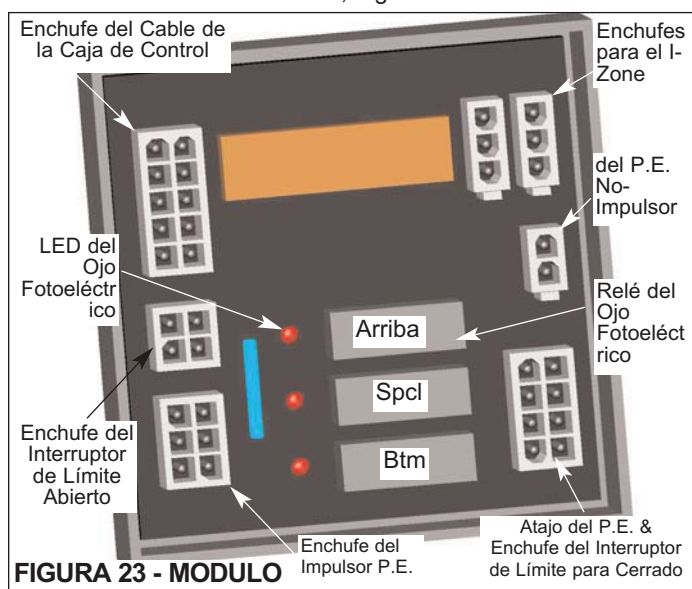

FIGURA 23 - MÓDULO
3. Conectar el impulsor, los cables del ojo fotoeléctrico no-impulsor y la cable de conducto de la caja de control hacia el módulo eléctrico, Figura 23.